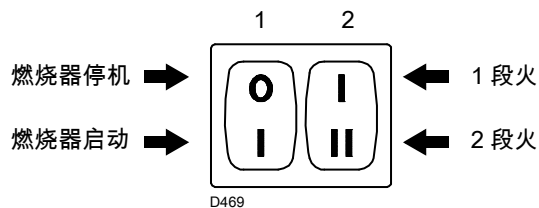

图 28
- 开关 1) (图 28) 至 “ 燃烧器 启动 (ON) ” 位置；
- 开关 2) (图 28) 至 “ 1 段火运行 ” 位置。
现在将开关 2) (图 28) 移动至 2 段火力位置：伺服马达会开启风门挡板，同时将燃气蝶阀开启至 90° 。
将开关 2) 图 28 页 25 移动至“1 段火出力”位置：伺服马达 1) 会关闭风门挡板，同时将燃气蝶阀角度闭合至 15° (即工厂设定角度)。
- 如果需要增大供气量，转为 2 段火运行，可以按开关 2) 图 28 页 25 并逐渐平稳地增大橘色杠杆的角度 (例如从 40° 逐渐增大至 42°、44°.....)。